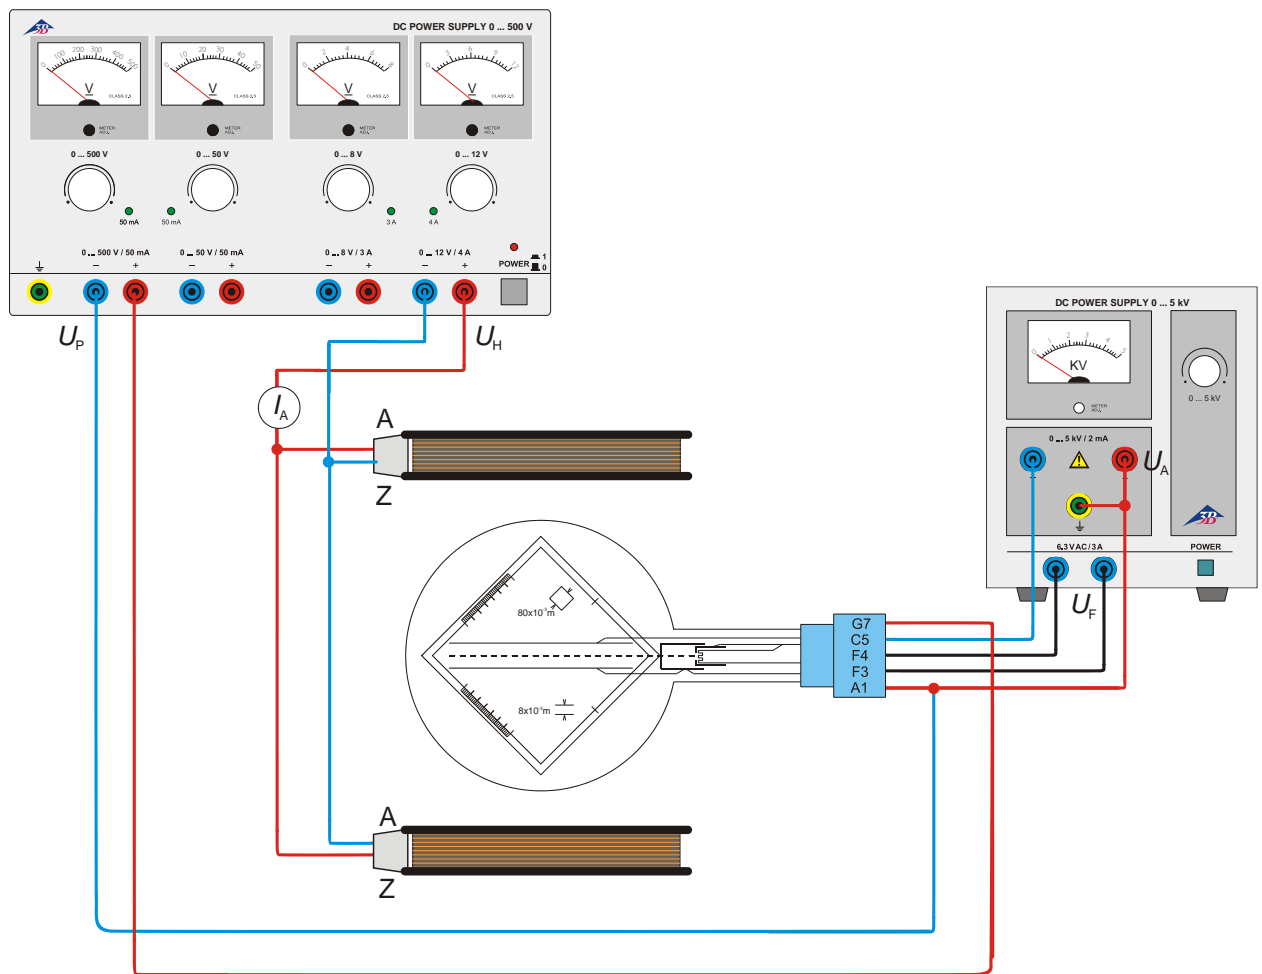

Fig. 4 Determinación de e/m Por medio de compensación de campos
- Proceder al montaje del experimento de acuerdo al esquema de la Fig. 4.